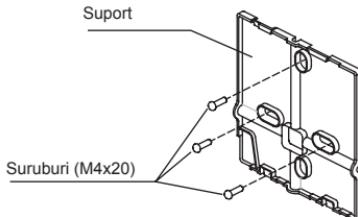

Fig 3-5
- Pentru instalarea expusa a telecomenzi, fixati suportul pe perete cu dibruri si 3 suruburi (M4x20). (Fig.3-5)